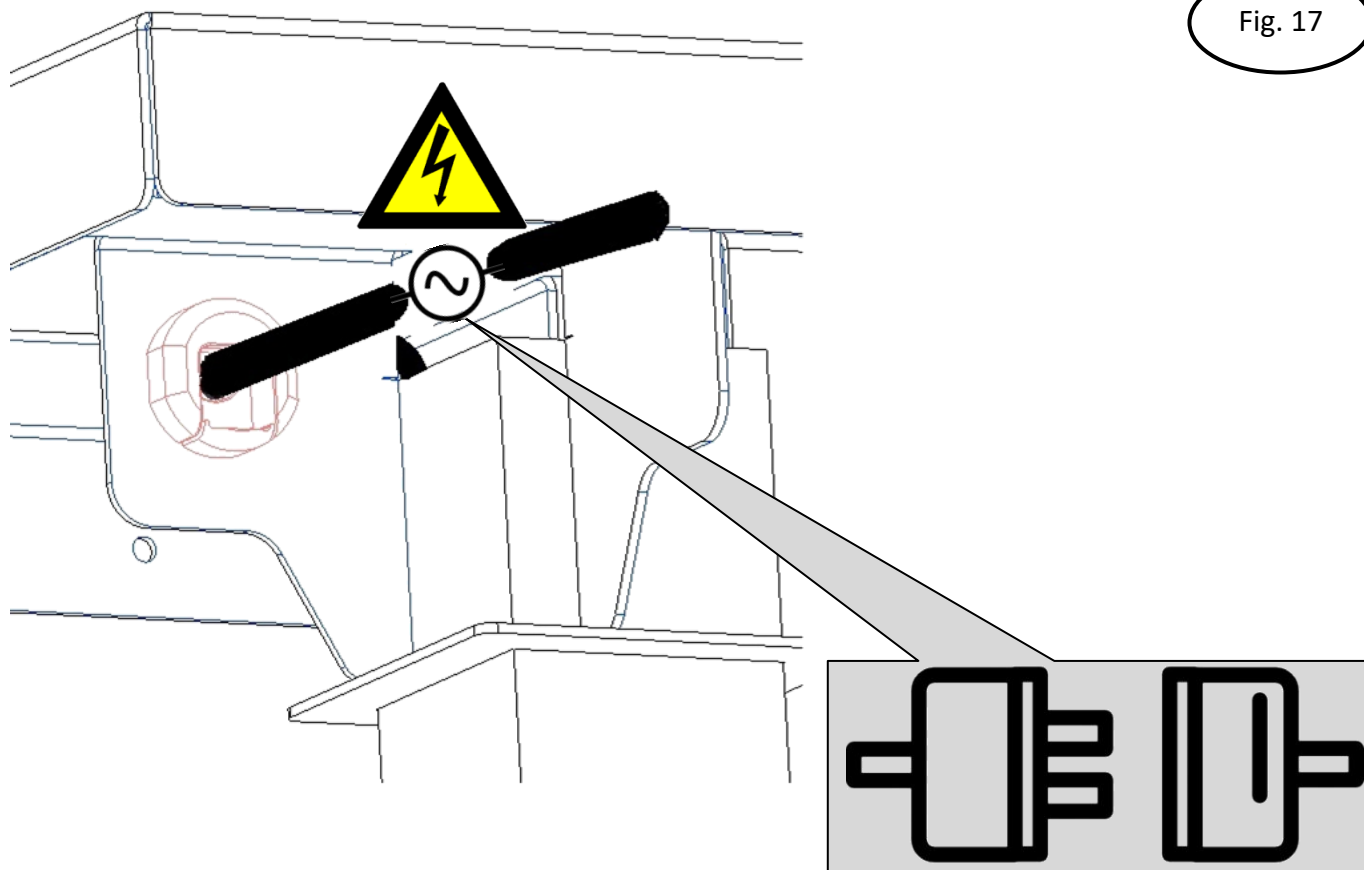
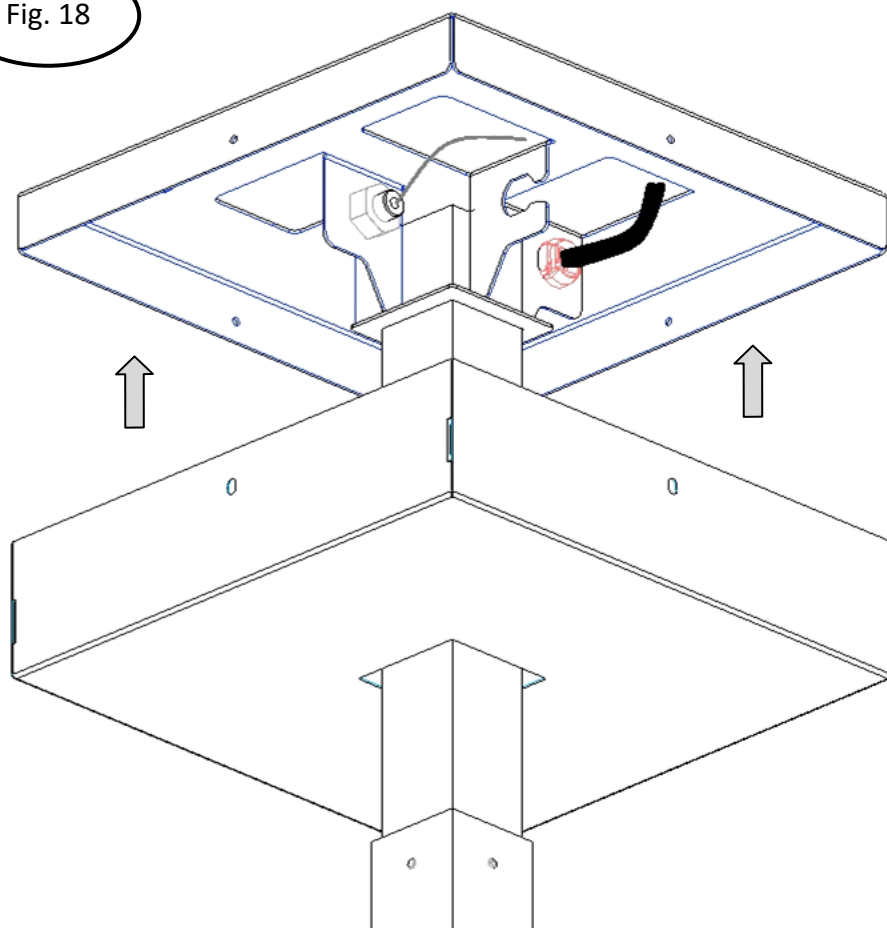

Fig. 18
Fig. 19
- 15) Plaats de afdekkingen van de plafondflenzen terug en bevestig ze aan elk van de vier schroeven $\phi 3.5 \times 6$ (fig.18) (fig. 19).